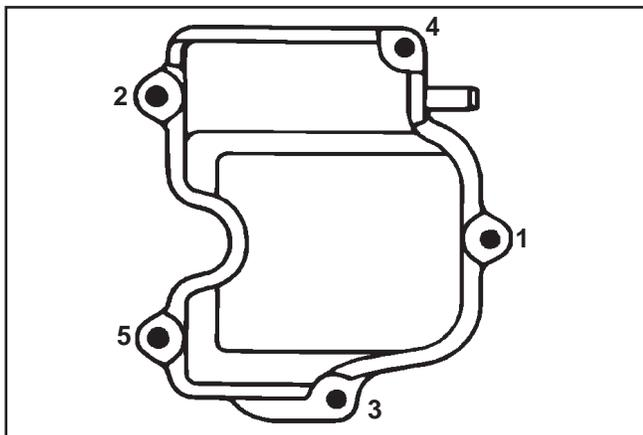

Figura 11-45. Sequência de Aperto da Tampa da Válvula.
4. Aperte os parafusos pela sequência mostrada na Figura 11-45, da forma seguinte: